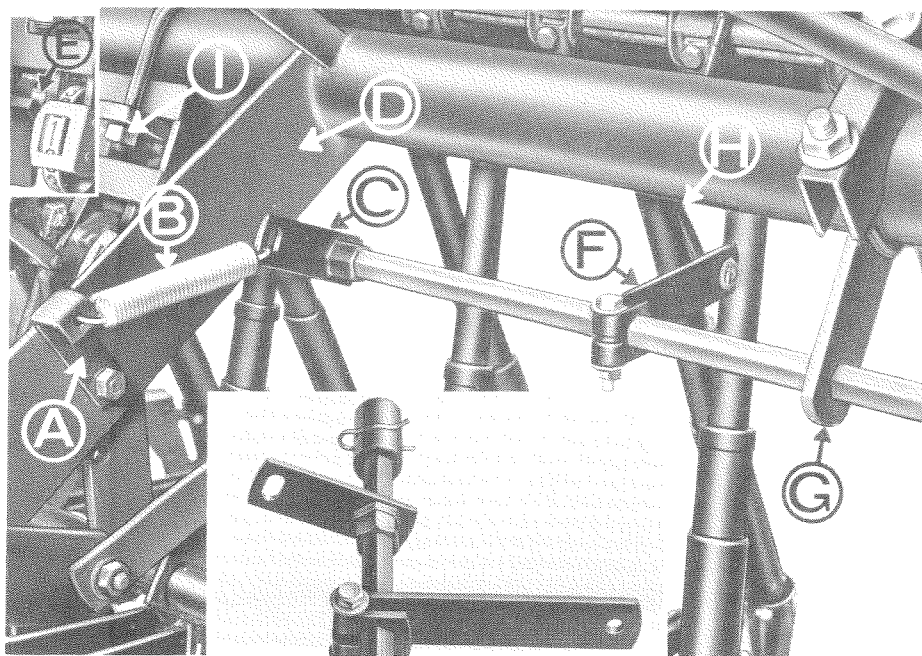

Fig. 10
1. dette kan skyldes, at forbindelsesstængerne H, fig. 10, ikke arbejder frit op og ned. Er dette tilfældet, justeres konsollen G og evt. armen F.
3. fjederen B, fig. 10, strammes eventuelt yderligere end de 30 mm, som er foreskrevet — især hvis der er monteret mere end 2 skod.